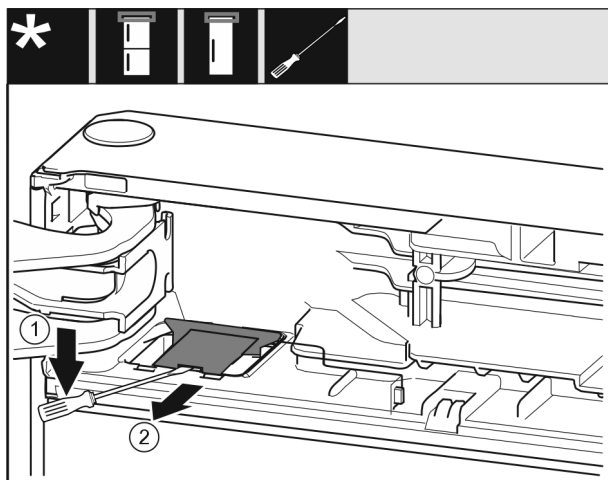

Fig. 7
- ▶ Med en flat skrutrekker løsne dekselet og ta det av. *Fig. 7 (1)*
- ▶ Ta ut dekselet. *Fig. 7 (2)*